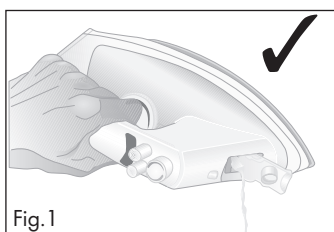
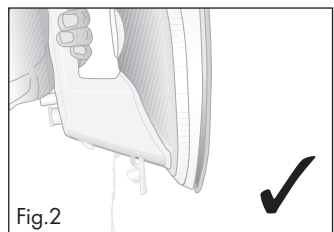

Fig. 1
Fig. 2
- Esvazie o depósito da água **6** ao abrir a abertura do abastecimento **9** e inclinar o ferro de engomar a vapor para o lado (ver Fig. 1) ou esvaziar pela parte da frente (ver Fig. 2).